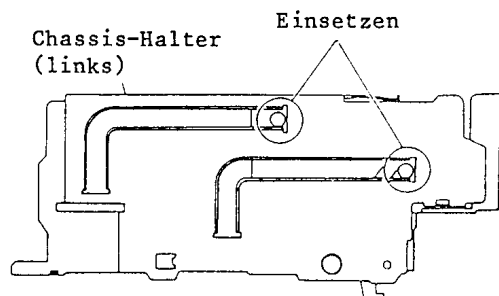

Abb. 5-9
- * Darauf achten, daß zwei (2) Angüsse des Cassetten-Halters in die Nuten an der linken Seite des Chassis-Halters eingesetzt werden (siehe Abb. 5-9).